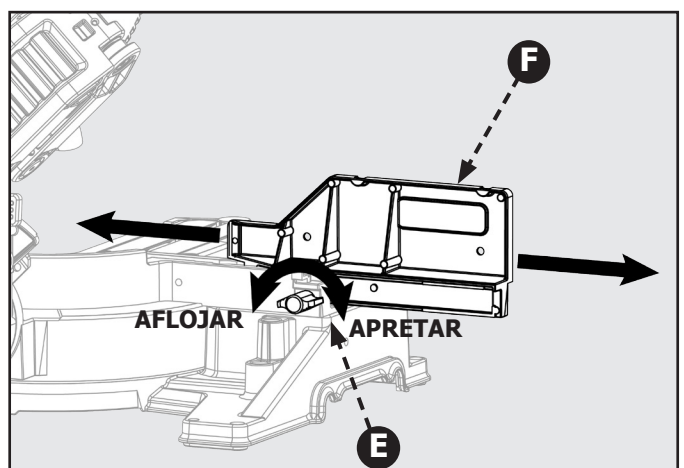

Figura 33
Esta sierra está equipada con una guía tope de extensión ajustable. Para extender o retraer la guía tope, consulte la Figura 33 y siga estas instrucciones: Afloje la perilla de bloqueo (E) girando hacia la izquierda y deslice la guía tope (F) hacia la posición deseada. Asegúrese de volver a apretar la perilla de bloqueo (E) girando hacia la derecha.
**⚠ PELIGRO:** Asegúrese siempre de que la perilla de bloqueo (E) esté apretada antes de realizar un corte. De lo contrario, podría ocurrir lesiones.